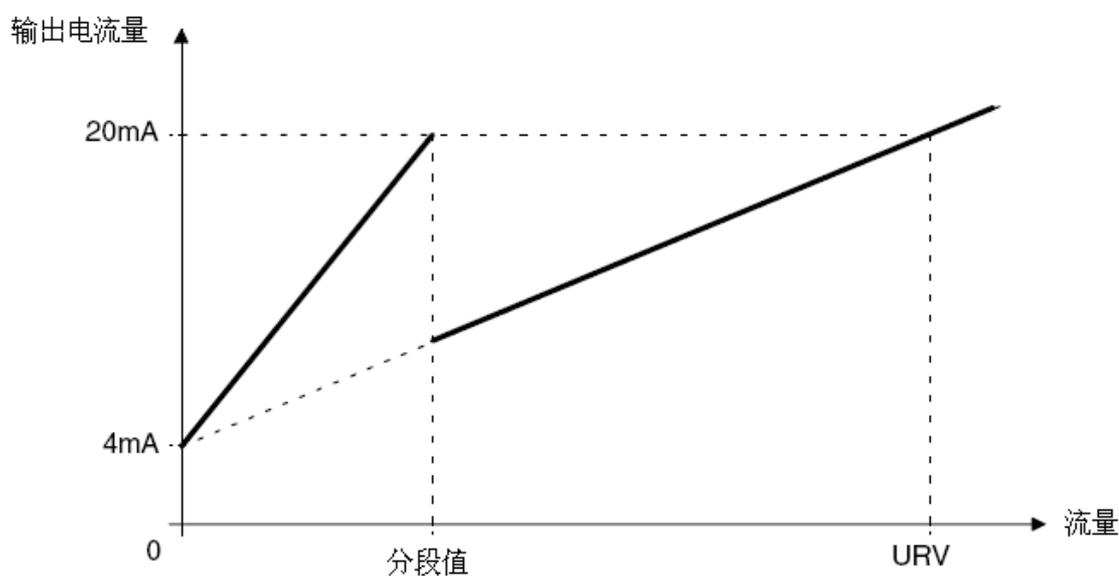

图 5-13 4-20mA 的分段模式
当选择“分段值激活”时, 当前流量值在低量程 0-“分段值”内时, 该输出激活。输出的电流和 0-“分段值”范围成比例关系。当流量值超过这个低量程, 输出的电流和 0-URV 范围成比例关系 (见图 5-13)。
- 当选择“分段值激活”时，当前流量值在低量程 0-“分段值”内时，该输出激活。输出的电流和 0-“分段值”范围成比例关系。当流量值超过这个低量程，输出的电流和 0-URV 范围成比例关系（见图 5-13）。